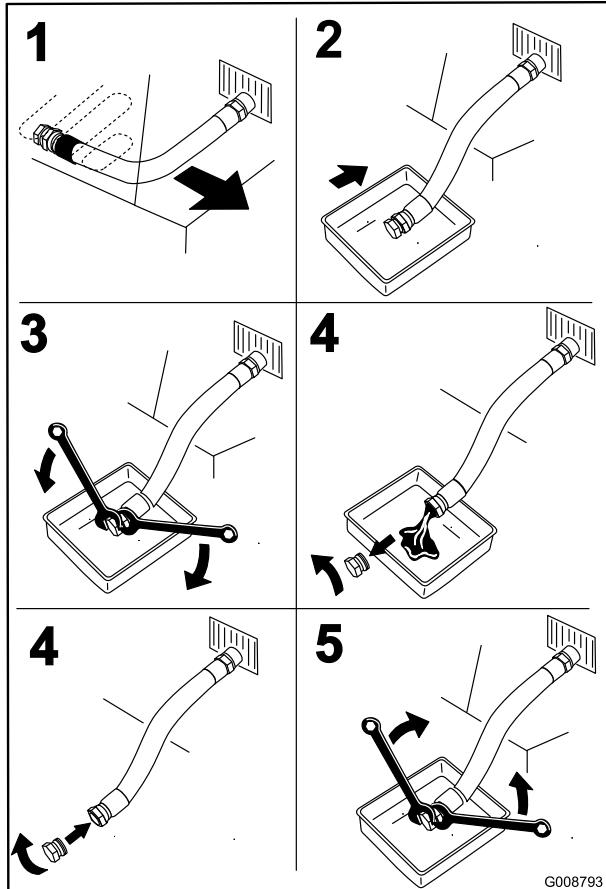

Figure 53
4. Avant de quitter la position de conduite, coupez le moteur, enlevez la clé de contact et attendez l'arrêt de toutes les pièces mobiles (Figure 53).